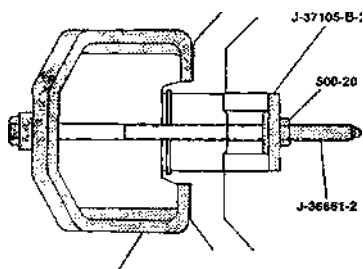

Рис. 5.19.
- поставив в отверстие поворотного кулака наружное стопорное кольцо, установить на место подшипник ступицы с помощью приспособления (например, скобы J-37105-B-1, винта J-36661-2, переходника для подшипника J-37105-B-2 и гайки 500-20) (рис. 5.19);